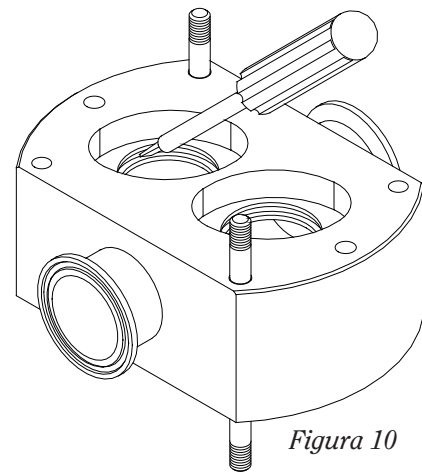

Figura 10
- g) Los resortes del sello del frente (33) saldrán con los sellos estacionarios.
- h) Voltee la carcasa de la bomba. Utilice un desarmador plano chico para quitar los anillos de junta del sello estacionario del frente, de las ranuras de la carcasa de la bomba (Figura 10).
- j) Quite los anillo de junta de las galgas espaciadoras (16) de las ranuras en las galgas espaciadoras (3) y deséchelos.